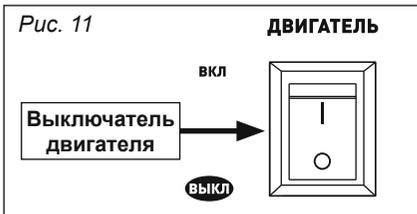

Рис. 11
• Установите переключатель двигателя в положение «ВКЛ» (рис. 11).
Чтобы остановить двигатель в случае крайней необходимости, поверните переключатель в позицию «ВЫКЛ» (см. рис. 11).